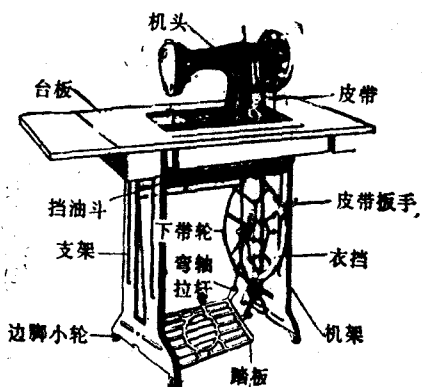

图 1-2 缝纫机各部位名称
1. 挡油斗。它防止机头上多余的机油落在缝纫物上。见图 1-2。